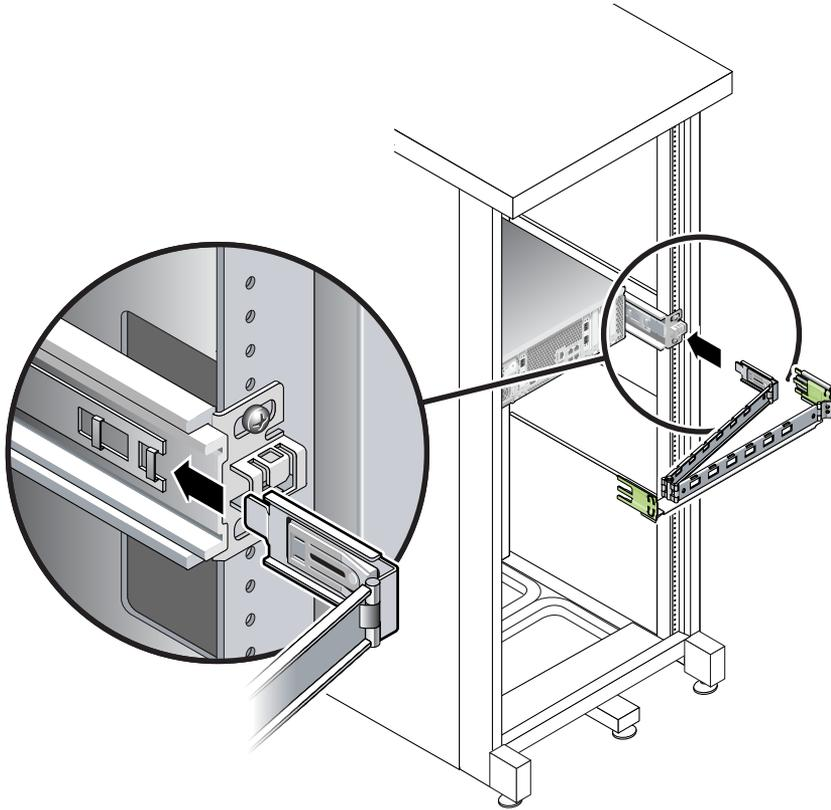

図 2-19 内側のCMAコネクタの取り付け
2. 小さい方の拡張部品を、固定部品の端にあるクリップに差し込みます (図 2-19)。